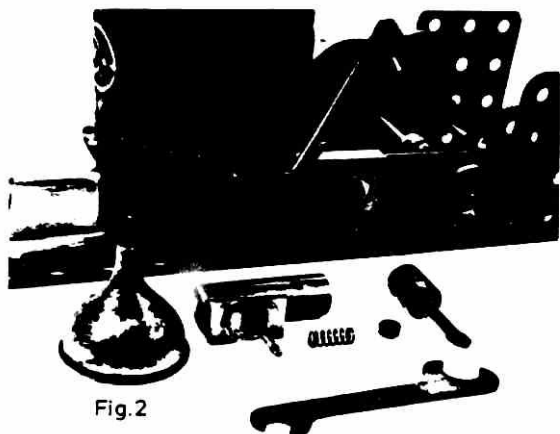

Fig.2
Fig. 2 Détail du piston de la machine de l'auteur, démontée pour montrer le distributeur de vapeur. A remarquer les lumières d'inversion, l'entonnoir de remplissage en laiton et le tourne-écrou spécial à deux clefs, tout ceci fourni avec la machine.
Notez qu'une légère modification de la pendule par rapport aux plans originaux de construction a lieu dans le montage 3A, qui comporte à présent deux rondelles (38) au lieu des quatre figurant sur les illustrations originales (voir Fig. 2 ci-dessous).